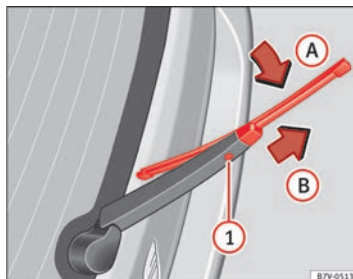

Fig. 117 Remplacement du balai de l'essuie-glance arrière.
- Soulevez le bras de l'essuie-glace et rabattez-le à un angle d'environ 60° ⇒ fig. 117.
- Maintenez enfoncée la touche de déverrouillage ①.
- Rabattez le balai dans le sens du bras d'essuie-glace ⇒ fig. 117 (flèche A) et tirez en même temps dans le sens indiqué par la flèche B. Vous devrez probablement utiliser la force.